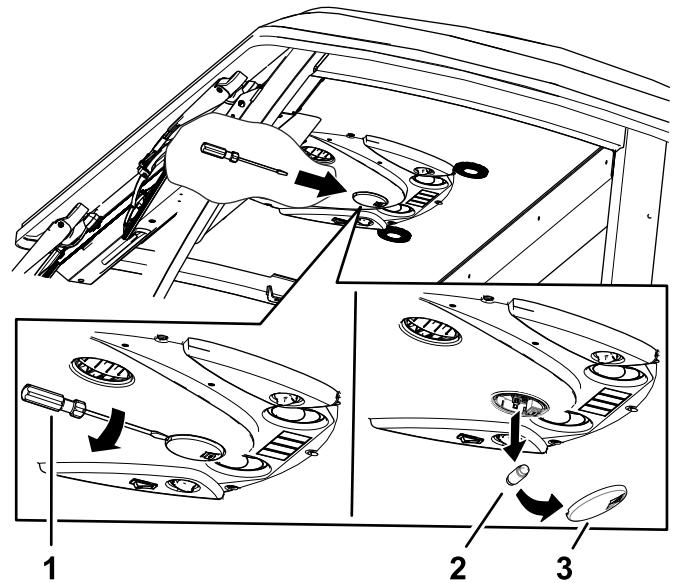

Figure 128
1. Avec un tournevis, enlevez le verre du panneau de commande (Figure 128).
| 2. Retirez l'ampoule du culot (Figure 128). | |